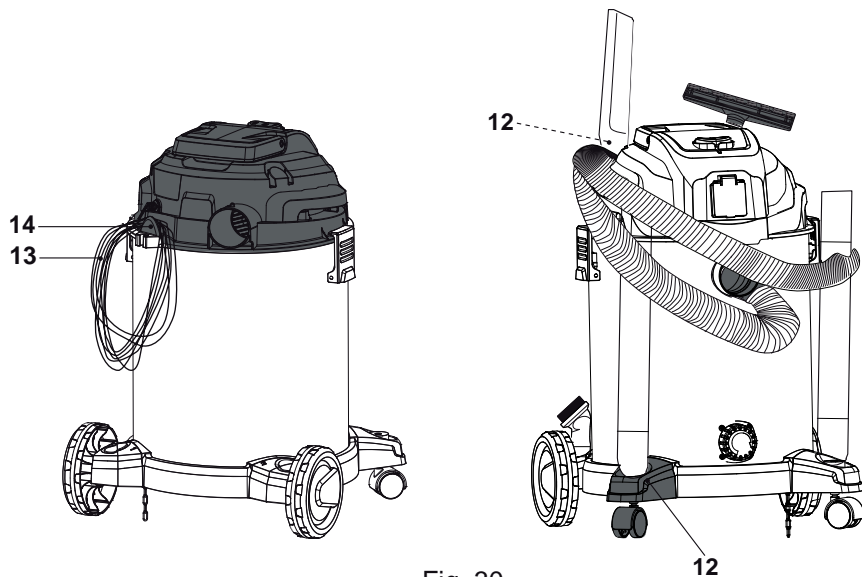

Fig. 30
- > Desconecte el accesorio correspondiente (18, 19, 20), el tubo (16) y el/los tubo(s) de extensión (17), si procede.
- > Para lavar el depósito, use agua limpia en lugar de un detergente. No sumerja el depósito (4) en agua.
- > Una vez seco, recomendamos guardar los accesorios en el compartimento para accesorios (12) y poner el cable (13) en el gancho (14) de la unidad del motor (10) (Fig. 30).
- > Recomendamos guardar los accesorios en el compartimento para accesorios (12) y poner el cable (13) en el gancho (14) de la unidad del motor (10) (Fig. 30).